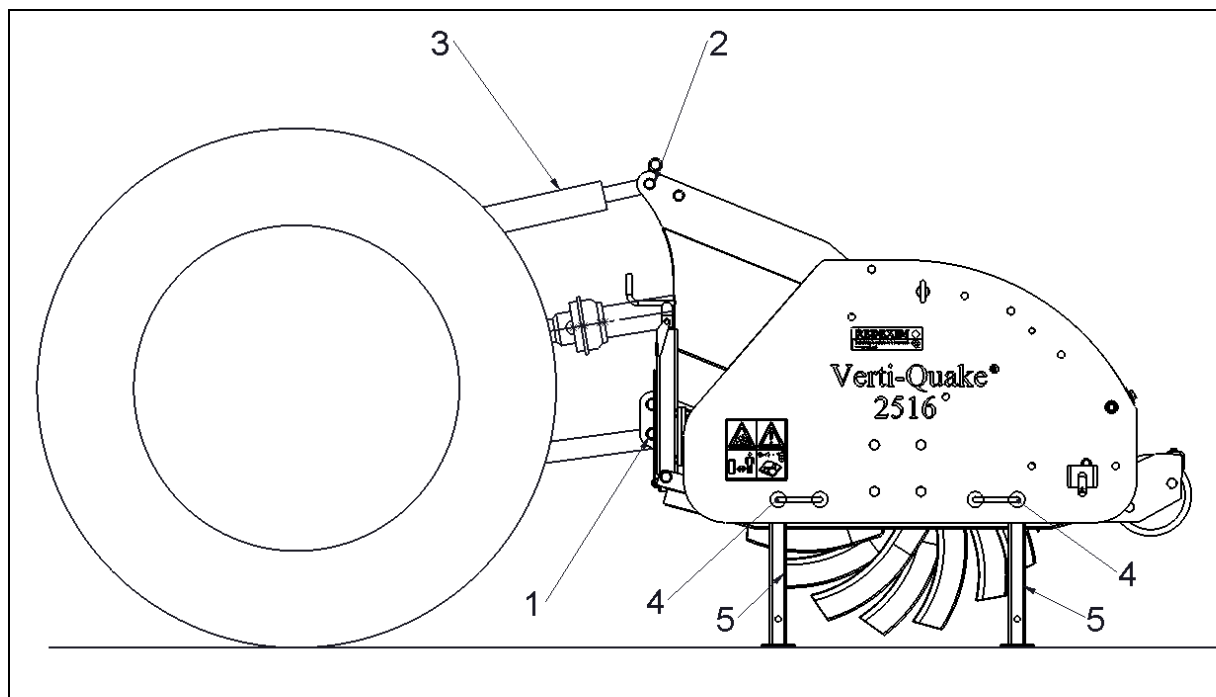

Abb. 10
5.0 ANKUPPELN AN DEN TRAKTOR (ABB. 10)
Dabei ist folgendermaßen vorzugehen: (Abb.10)